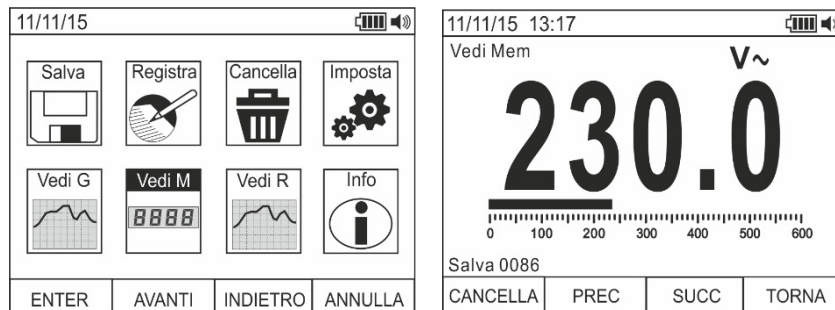

Abb. 19: Aufruf der Messungen (Snapshots) im Display
31. Benutzen Sie die **F2** oder **F3** Tasten zur Auswahl des Symbols "Siehe M" und drücken Sie die **F1** Taste (siehe Fig. 19 – linker Teil).
32. Benutzen Sie die **F2 (Vorig)** oder **F3 (Nächst)** Tasten zur Auswahl der gewünschten Messung die im Speicher des Gerätes abgespeichert wurden (siehe Fig. 19 – rechter Teil). Der Name der Messung wird rechts im Unterteil des Displays angezeigt.